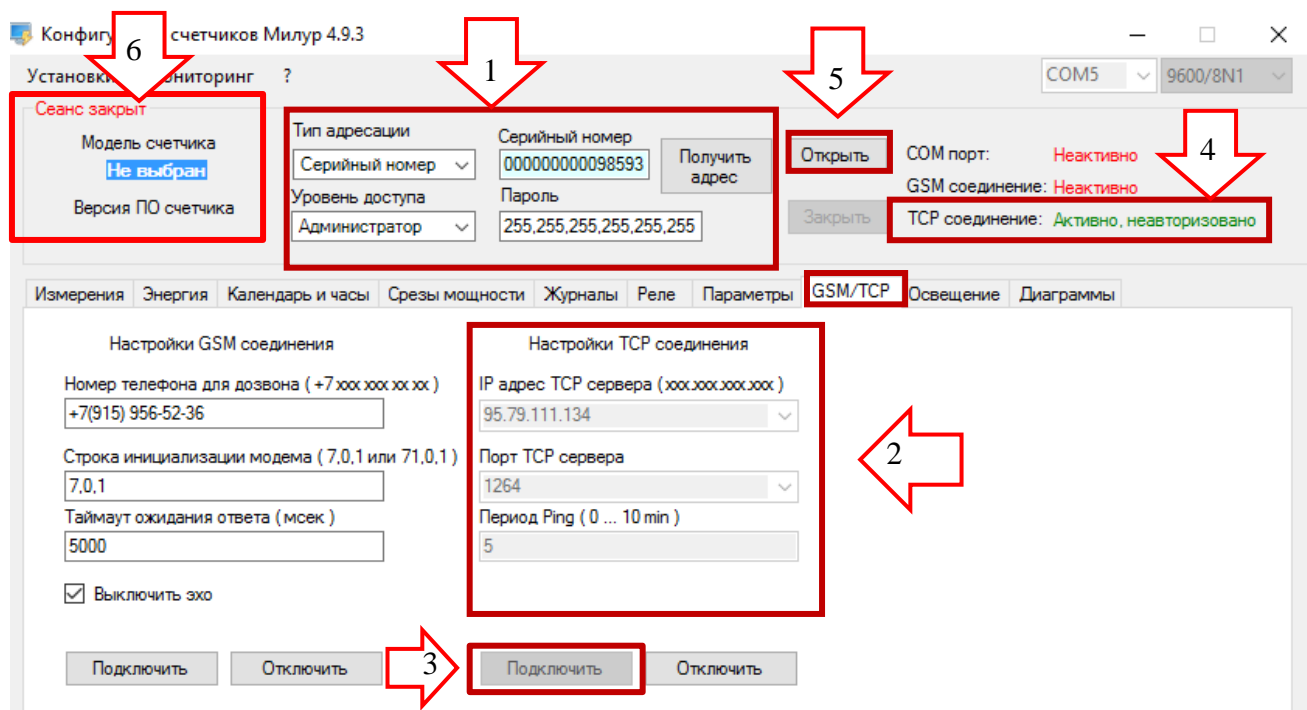

Рисунок 23 – Настройки TCP-соединения
- нажать кнопку «Получить адрес» (рисунок 23→1);
- на вкладке «GSM/TCP» ввести IP - адрес и IP - порт используемого TCP - сервера, которые были заданы в SMS-сообщении (рисунок 23→2);
- нажать кнопку «Подключить», находящуюся под настройкой TCP – соединения (рисунок 23→3);
- в верхнем меню сеанса связи Конфигуратора счетчиков Милур напротив TCP - соединения появится надпись: «Активно, неавторизовано» (рисунок 23→4);
- в верхнем меню сеанса связи Конфигуратора счетчиков Милур нажать кнопку «Открыть» (рисунок 23→5);
- на панели настроек конфигуратора отобразится надпись: «Сеанс открыт: администратор», считаются данные о модели счетчика и версии его ПО (рисунок 23→6);